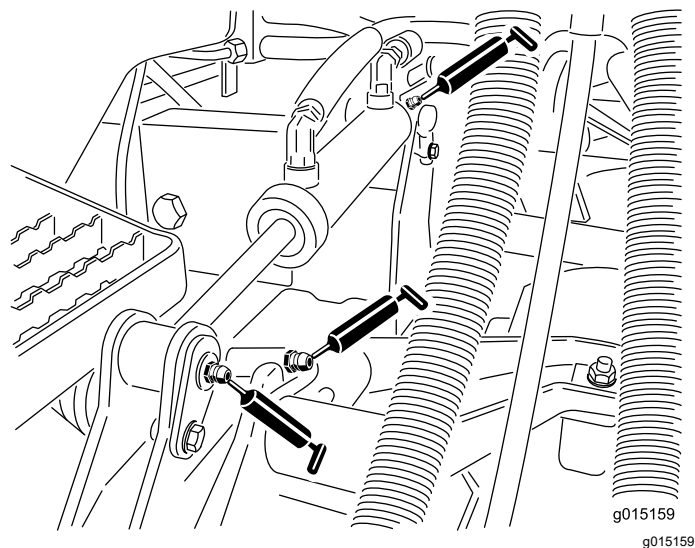

Figura 70
- Casquillos de los brazos de elevación (1 por unidad de corte); consulte Figura 70
- Casquillos de los cilindros de elevación (2 por unidad de corte); consulte Figura 70